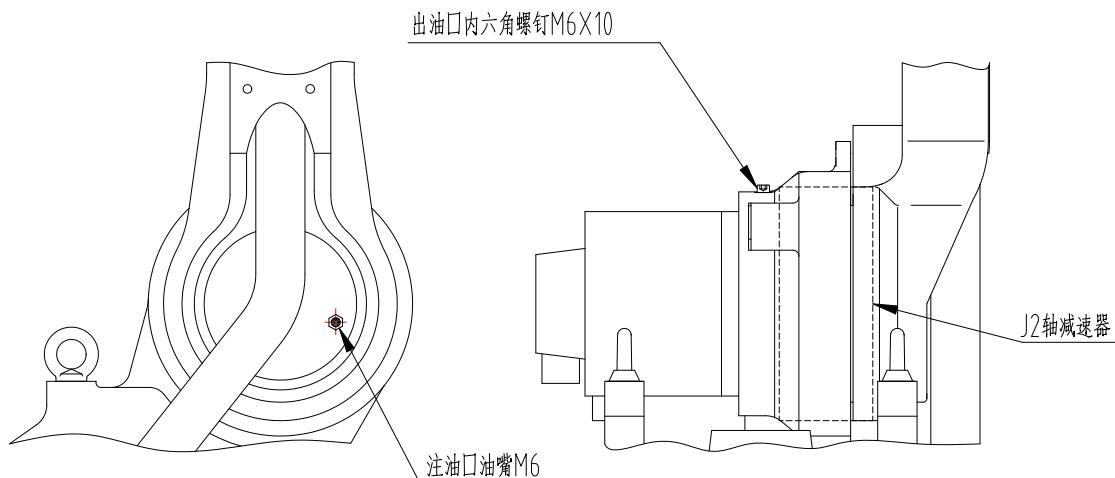

图 14 J2 轴减速机局部结构
(1) 油脂补充步骤（参考 图 14 J2 轴减速机局部结构）
(2) 油脂更换步骤 (参考 图 14 J2 轴减速机局部结构)